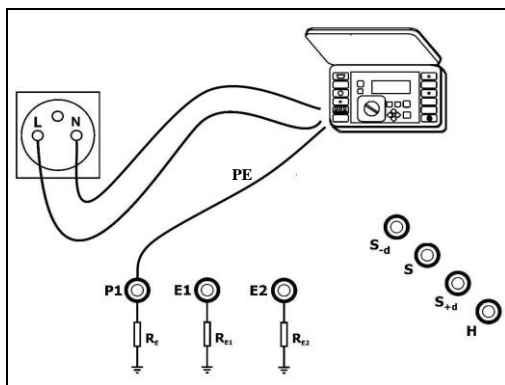

Fig. 12. Conexión del medidor.
- conectar el medidor de impedancia del bucle de cortocircuito según Fig.12,